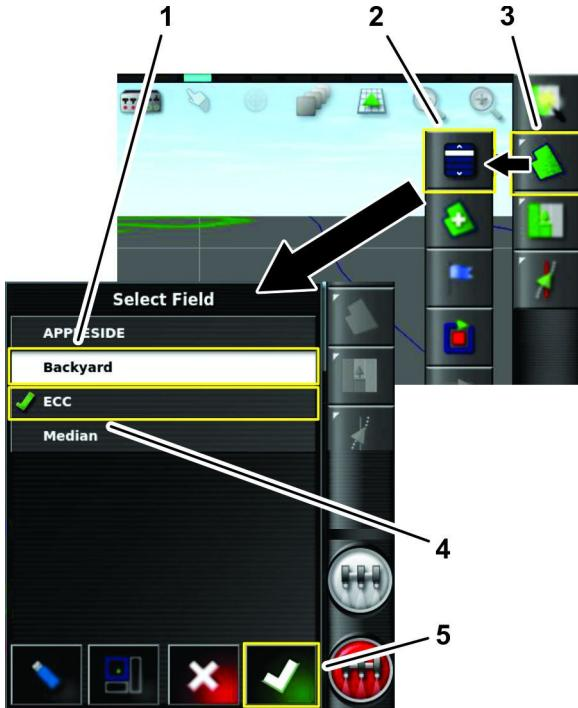

图 35
- 按“场地菜单”图标并按“选择场地”图标图 35。
2. 在选择场地列表中按待打药场地的“场地”图标然后按“确认”图标图 35。